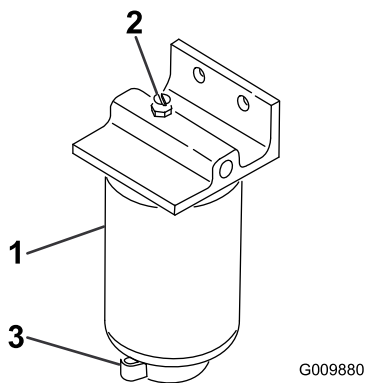

Figura 58
3. Afloje la válvula de vaciado en la parte inferior del cartucho del filtro (Figura 58).
2. Limpie la zona de montaje del cartucho del filtro (Figura 58).